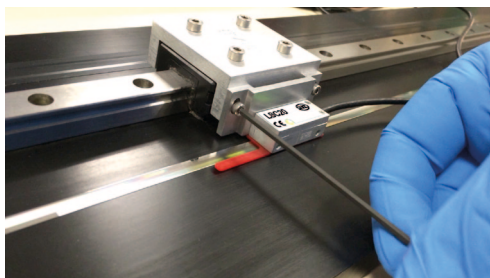

Abb. 5:
3. Ziehen Sie den Sensor in der Z-Achse an Abb. 5.